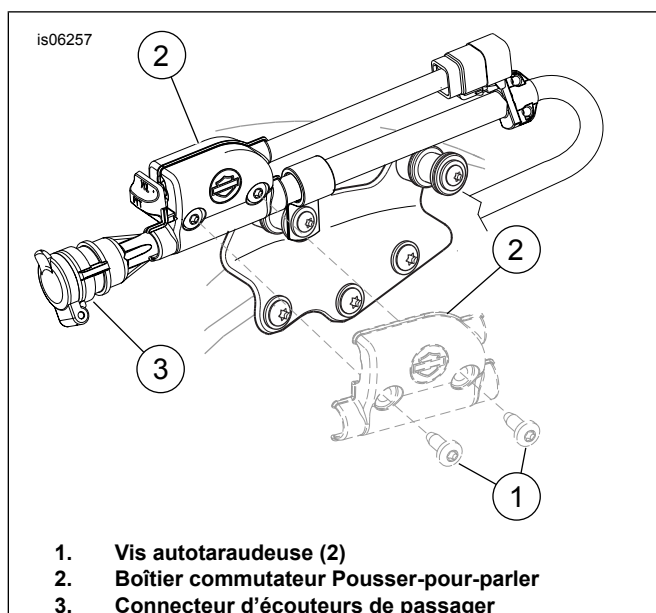

Figure 5. Installer le faisceau Pousser-pour-parler
2. Voir Figure 5. Installer le boîtier commutateur Pousser-pour-parler (2) sur le boîtier de connexion (3) des écouteurs de passager. Positionner le boîtier commutateur de façon que le bouton soit situé près du capuchon d'échange sur le connecteur d'écouteurs de passager.
3. Installer les vis autotaraudeuses (1) dans le boîtier commutateur, mais ne pas les serrer complètement. Déterminer leur emplacement final après l'installation de la selle et des accessoires.